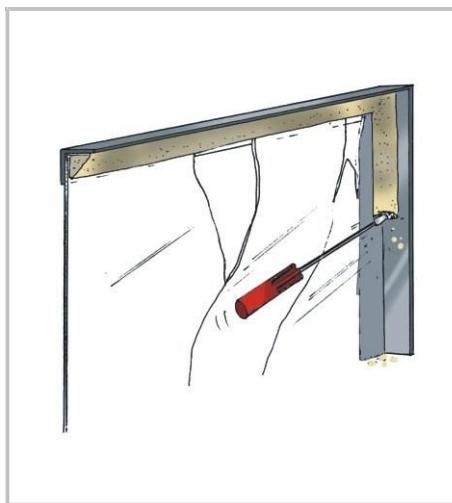

Fig.1
1. Con un desarmador o elemento punzante, retirar la masilla de todo el marco metálico, retirar el vidrio deteriorado y luego proceder a limpiar los ángulos de fierro(Fig.1).